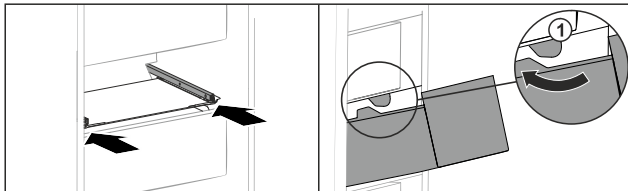

Fig. 146
- ▶ Guider le tiroir en contournant les butées Fig. 146 (1).